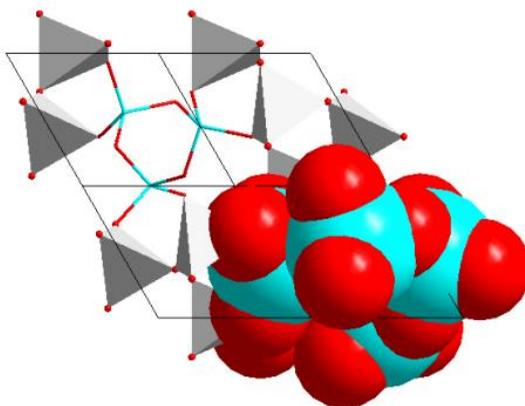

Рис. 15. Три модели в одном изображении структуры
Выделите область в центре структуры. Удалите полиэдры, чтобы нужные связи были видимыми: выберите "Build/Destroy/Polyhedra". Атомы и связи ранее скрытые поверхностью многогранников станут видимыми. Откройте "Model and Radii..." из меню "Picture" и выберите модель "Wires/Sticks" в верхней части диалогового окна. После этого нажмите кнопку "OK" (окно закроется) и нажмите <Esc>. Появится сеть состоящая из четырехсвязных (Si) и двухсвязных (O) атомов (рис. 15).